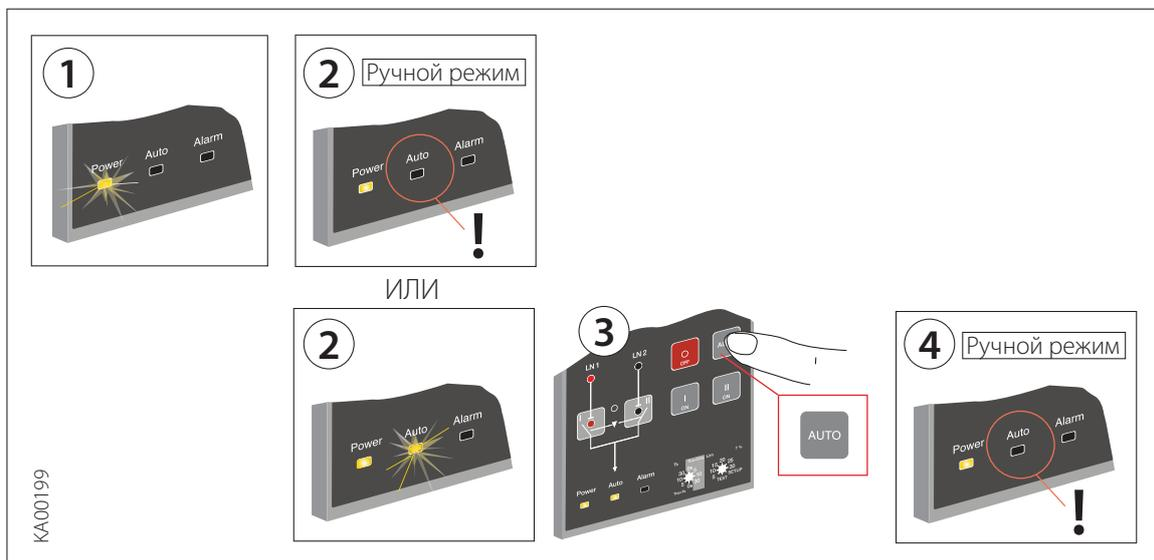

Рис. 7.11. Переключение блоков автоматического управления ОМД100, ОМД200 и ОМД300 в ручной режим
1. Переведите устройство в ручной режим согласно рис. 7.11.